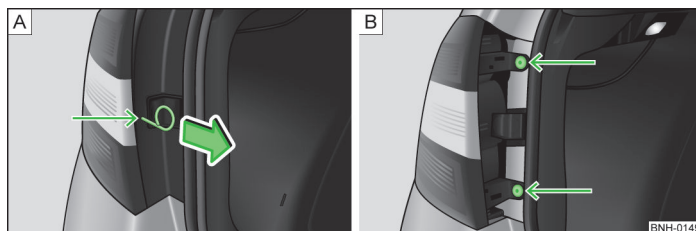

Abb. 178 Abdeckung/Leuchte ausbauen
- › Den Bügel zum Abziehen der Radvollblenden » Seite 180, Bordwerkzeug in die Bohrung an der mit dem Pfeil gekennzeichneten Stelle » Abb. 178 - stecken.
- › Die Abdeckung in Pfeilrichtung » Abb. 178 - abziehen.
- › Die Leuchte mit dem Schraubendreher aus dem Bordwerkzeug abschrauben » Abb. 178 - .